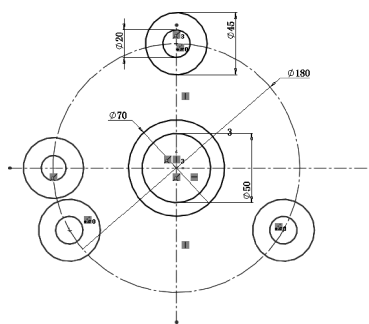

图 11-9 绘制圆
8) 单击【草图】工具栏中的 $\odot$ (圆) 按钮, 在【属性管理器】中弹出【圆】属性设置。单击【中央创建】单选按钮, 在图形区域中绘制圆, 移动鼠标至水平中心线与圆的交汇处, 单击鼠标, 拖动鼠标生成圆, 同样方法再生成一个圆, 在【属性管理器】单击 $\checkmark$ 按钮, 如图 11-9 所示。